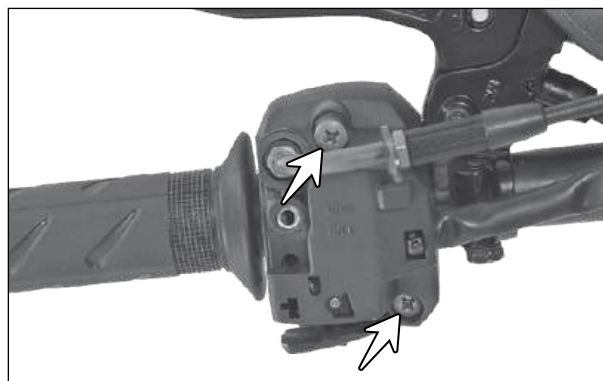

Fig. 6.111
- Remova os parafusos (setas) de fixação das partes inferior e superior do alojamento do acelerador. (Fig. 6.111)